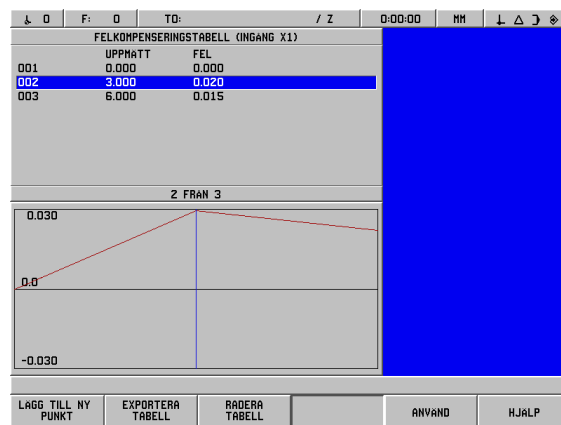

Fig. II.13 Formulär Icke-linjär felkompensering
- Grafen visar felet (referens - uppmätt) i förhållande till mätvärdet. Grafen har en fast skala. När markören förflyttas genom formuläret, indikeras punktens placering i grafen med en blå vertikal linje. Se bild II.13.